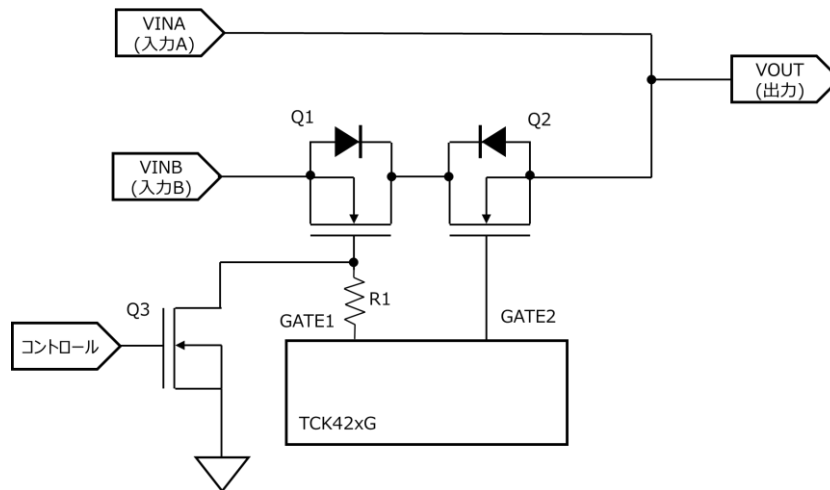

図 3.2 MBB 動作回路
本回路の MBB 動作概要を説明します。図 3.2 の MBB 動作回路では  $V_{INA}$  電圧  $>$   $V_{INB}$  電圧、 $V_{INB}$  は常時通電と仮定します。
- ① VINB に 5 V が印加されており、出力電圧には VINB 側電圧 (約 5 V) が出力される。
- ② VINA に 20 V を印加すると、FLAG 出力が H 出力 (約 3.3 V) になる。このタイミングで VINA 側ドライバーの TCK421G がオン動作を開始する。
- ③ VINB スイッチ回路内で図 3.2 の Q3 に相当するゲート遮断 MOSFET SSM3K15ACTC がオンになり、Q1 に相当する MOSFET TPHR6503PL1 がオフになる。②での TCK421G のオン後スタートアップ時間  $t_{ON}$  (約 3 ms) の間、VINB からこの Q1 のボディダイオード順電圧分などがドロップした電圧が出力される。
- ④ ③でオンされた TCK421G の  $t_{ON}$  時間後に、VINA 側電圧 (約 20 V) が出力される。
- ⑤ VINA の印加電圧が 0 V になると FLAG 出力は L 出力 (0 V) となる。
- ⑥ VINA 電圧が 0 V となったため、図 3.2 の Q3 に相当するゲート遮断 MOSFET がオフし、Q1 に相当する TPH6503PL1 がオン動作を開始する。この間は VINB から Q1 のボディダイオード順電圧分などがドロップした電圧が出力される。
- ⑦ Q1 に相当する TPH6503PL1 がオンになり、VINB 側電圧 (約 5 V) が出力される。